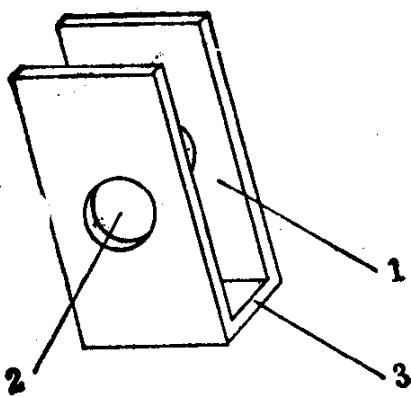

图14 U型轴槽
(1) U型轴槽：U型轴槽如图14所示。轴孔的中心叫做支点；从支点到轴槽内底边的高度叫做U型轴槽的轴孔中心高度；轴槽内底右边叫做力臂下止点限幅边。